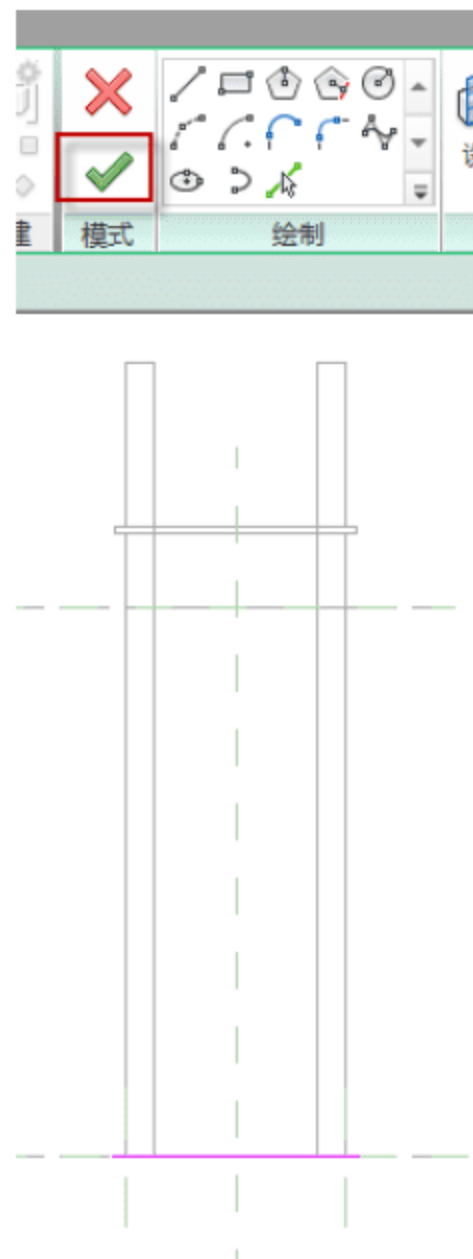

图 12.3.22 完成限制条件的修改
(20) 完成限制条件的修改。进入前立面视图，在上下文关联选项板中单击√按钮，如图 12.3.22 所示。